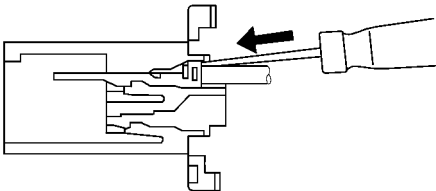

图 18-72 推入端子直至被接线片锁紧
- 2) 推入端子直到可靠地被接插件的接线片锁紧为止，如图 18-72 所示。